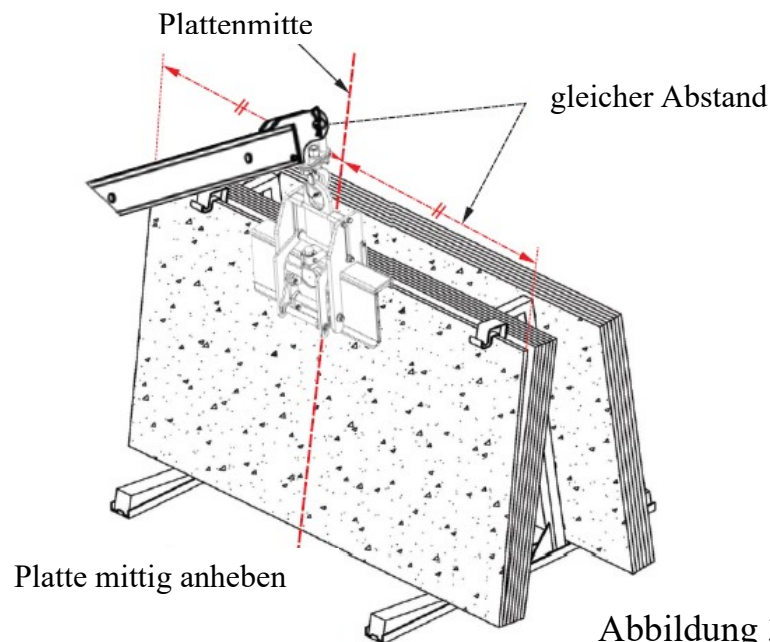

Abbildung 3.1
- Senken Sie das Gerät, so dass es senkrecht zum Material steht. Bringen Sie es dann mittig am Material an. (Abbildung 3.1)